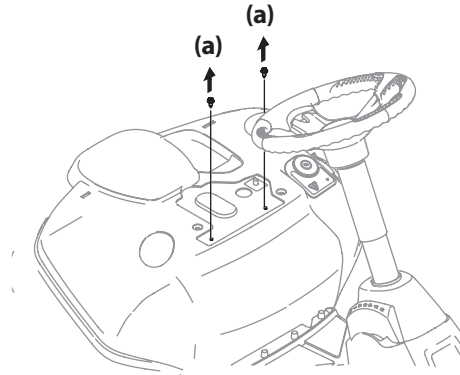

Figura 2-18
2. Extraiga los dos pernos autorroscantes (a) instalados en fábrica en el montable. Consulte la Figura 2-18.